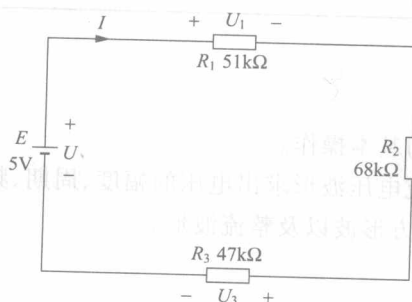

图 1.6 万用表内阻对电压测量准确度的影响电路
电路如图 1.6 所示。
① 调整直流电源 E 的输出电压为 5V。在接线时要切断直流电源的开关。
② 连接图 1.6 所示的电路。
③ 选择万用表直流电压 10V 挡测量 U_1 、 U_2 、 U_3 。
④ 断开电源后用万用表的欧姆挡测量各电阻值。结果记录在表 1.3 中。